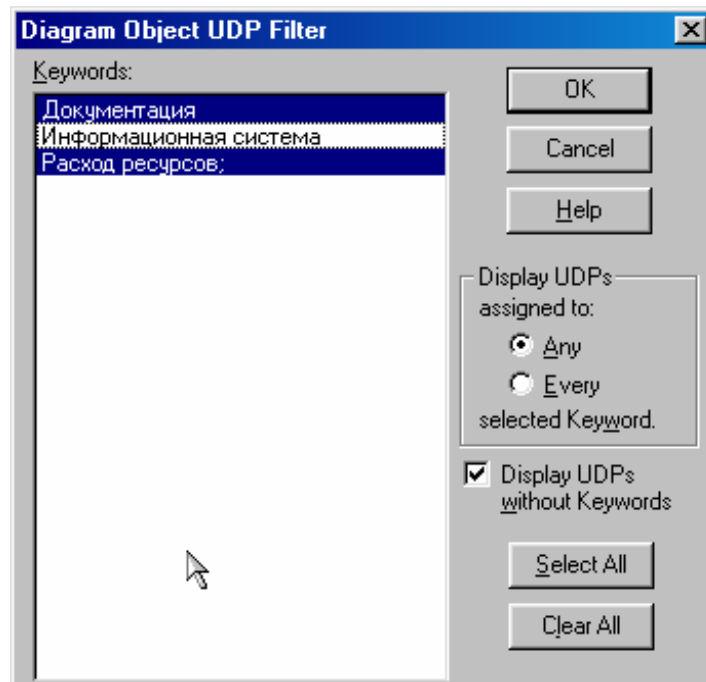
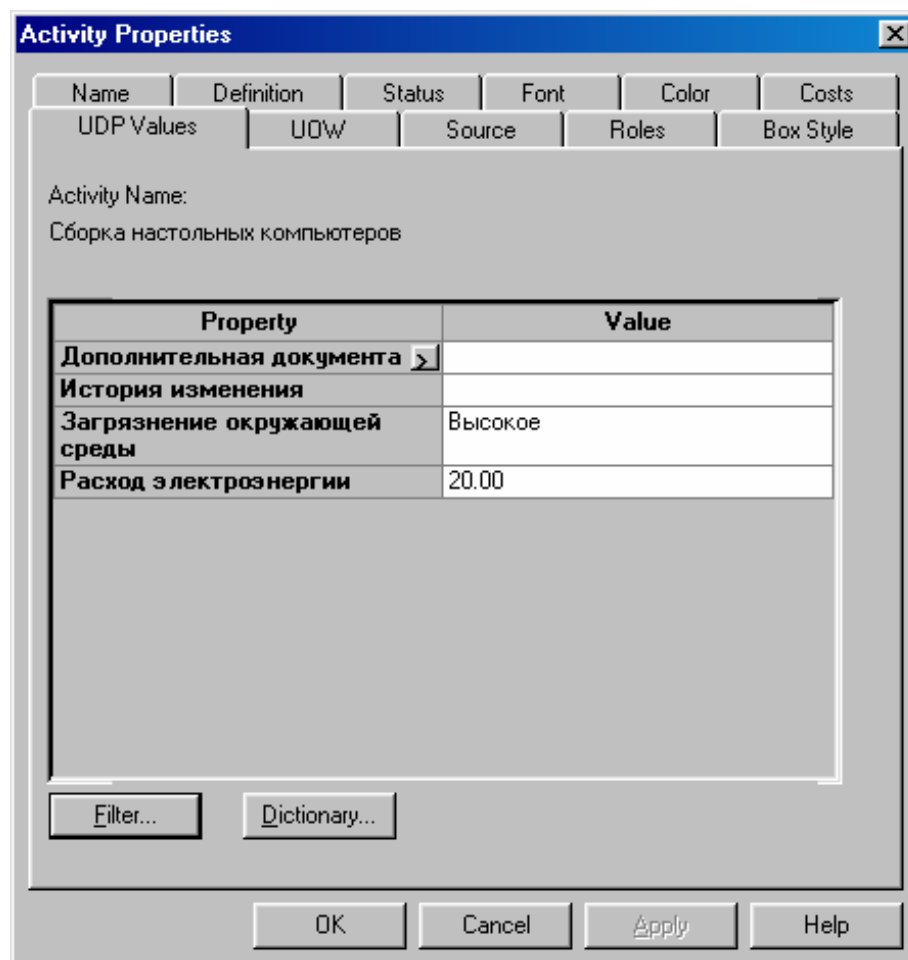

Рисунок 11.7 – Диалоговое окно *Diagram object UDP filter*
Рисунок 11.8 – Вкладка *UDP Values* диалогового окна *Activity Properties*
9. В диалоге *Activity Properties* щелкните по кнопке *Filter*. В появившемся диалоге *Diagram object UDP filter* (рисунок 11.7) отключите ключевые слова "*Информационная система*". Щелкните по *OK*. В результате в диалоге *Activity Properties* не будут отображаться *UDP* с ключевыми словами "*Информационная система*" (рисунок 11.8).